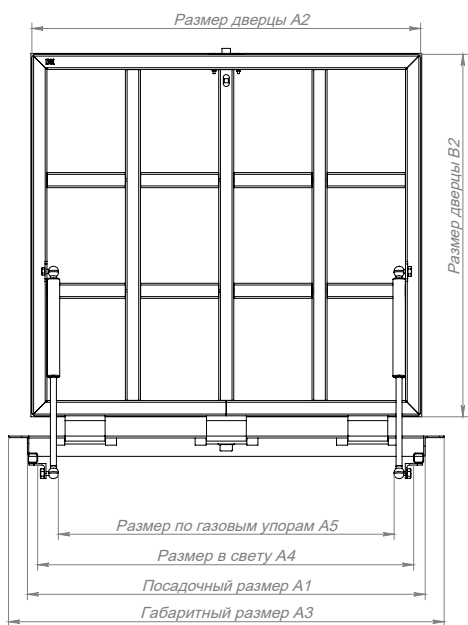

Рис. 1
4. Технические характеристики (Рис. 1):